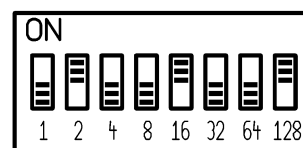

Abb. 2: Einstellen der Bus-Adresse
Der Dipschalter zum Einstellen der Adresse befindet sich vorne am JAB0410. Die Adresse wird binär-codiert dargestellt und errechnet sich als Summe der auf ON gestellten Wertigkeiten. Beispiel: Wenn der zweite (2), der fünfte (16) und der achte (128) DIP-Schalter auf ON stehen, dann ist die Bus-Adresse des Gerätes 146 ( $2 + 16 + 128 = 146$ ). Siehe Abb. 2.